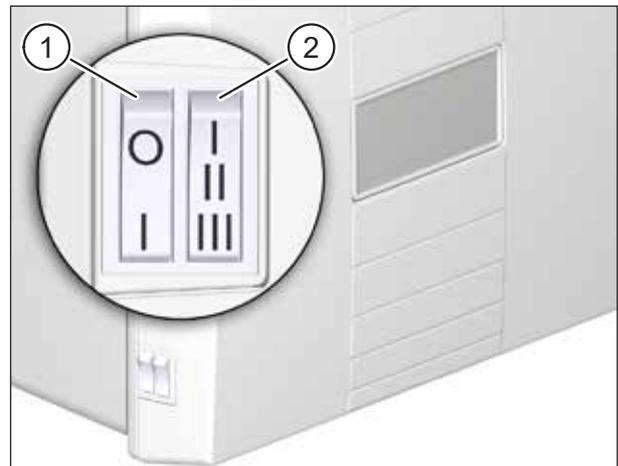

Abb. 10: Bedienungselemente am Lüftungsgerät
- ▶ Schalten Sie das Lüftungsgerät am Netzschalter (Pos. 1 in Abb. 10 auf Seite 20) ein.
Mit dem Stufenschalter (Pos. 2 in Abb. 10 auf Seite 20) lassen sich vier verschiedene Lüftungsstufen/-programme (siehe Kapitel 10 auf Seite 23) einstellen, wobei die maximale Lüftungsstufe über eine Schaltfolge aktivierbar und zeitlich begrenzt ist.
Das Lüftungsgerät läuft auf maximaler Lüftungsstufe (97 m3/h). Nach ca. 15 min oder durch erneutes Ausführen der Schaltfolge I-II-I am Stufenschalter (Pos. 2 in Abb. 10 auf Seite 20) wird die Intensivlüftung beendet und das zuvor eingestellte Lüftungsprogramm wieder aufgenommen.